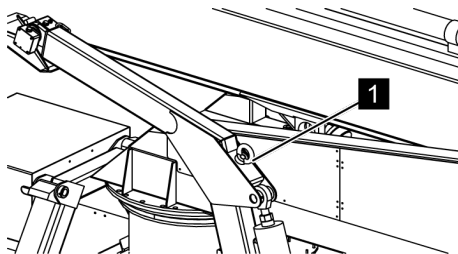

Fig. 41: Point d'accrochage des appuis
3. ➔ Accrocher les sangles ou les chaînes avec des manilles aux quatre points d'accrochage (Voir la Fig. 41/1) des appuis.